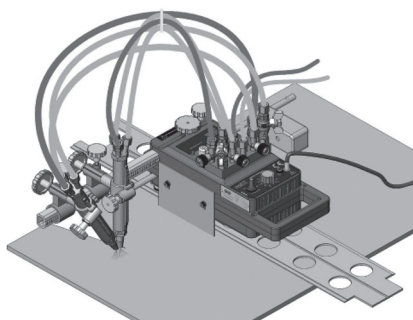

Bild 8: Fasskärning och bandskärning med två brännare
7. Använd korrekta skärmunstycken enl. punkt 2.4 ovan. GCE proFIT® SLM med två brännare kan användas för fasskärning och för bandskärning som visas i bild 8.